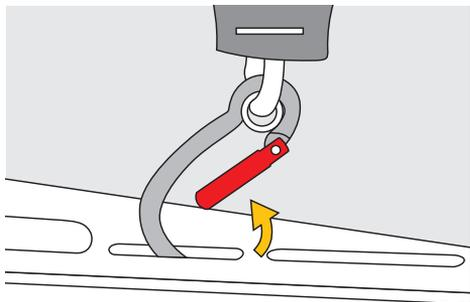

Fig.8
c) fissare le cinghie rosse (spalle e busto) agganciando i connettori alle fessure della tavola, come mostrato nelle figure 8 e 9 e tensionarle leggermente agendo sulle fibbie (figg. 10 e 11),